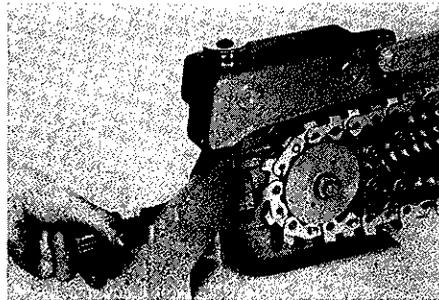

Bild 1
Sägekette auflegen: Die Kettenrolle (15) wird durch Linksdrehen des Handrades (16) bis an das Ende der Sägeschiene verschoben (Bild 1). Jetzt kann die Sägekette (11) in die Sägeschiennut (10) und schließlich über die Kettenrolle gelegt werden.
Die Sägekette wird durch Drehen des Handrades (rechtsherum) gespannt, d. h. die Kettenrolle zieht die Sägekette stramm (siehe Bild 1 und 2). Achtung! Nicht bis zum äußersten Anschlag spannen, weil sonst die Feder der Spannvorrichtung ganz zusammengedrückt wird. Und ohne Federung besteht Sägeketten-Bruchgefahr!